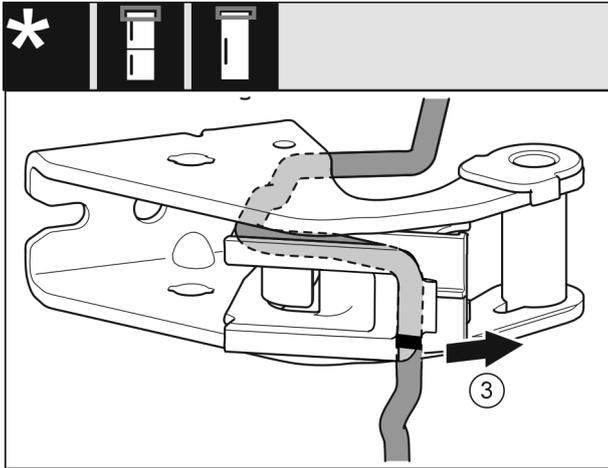

Fig. 27
- Kábel s držiakom kábla demontujte z ložiskového stojana. Fig. 27 (3)